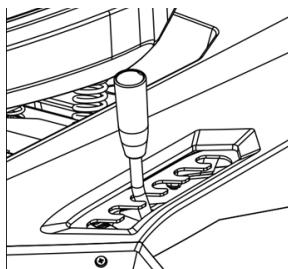

Рис. 30
- Отрегулируйте необходимую Вам высоту скашивания. Высота скашивания регулируется в пределах 35-75 мм, в шести фиксированных положениях (рис.30).